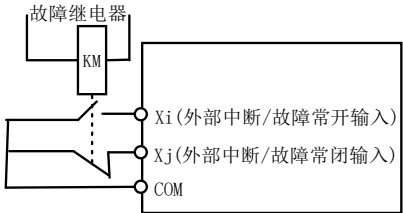

图 5-3-6 常开/常闭
- EH0外部故障常开，EH1外部故障常闭：外部故障指令。与变频器相关联的设备发出的故障指令，可从EH0，EH1功能端子输入。变频器在接收到外部故障信号后，封锁PWM输出，并显示最近一次故障类型。当外部故障信号解除以后，变频器需复位才能恢复运行。注意：外部故障未解除时变频器不可复位。EH0，EH1的定义，不受F3.00端子作用方式设定值影响，如图5-3-6所示。
EI0外部中断常开，EI1外部中断常闭：变频器在运行过程中，接到外部中断信号后，即0频运行。一旦外部中断信号解除，变频器又恢复运行，可参考EH0外部故障常开、EH1外部故障常闭等相关说明，如图5-3-6所示。